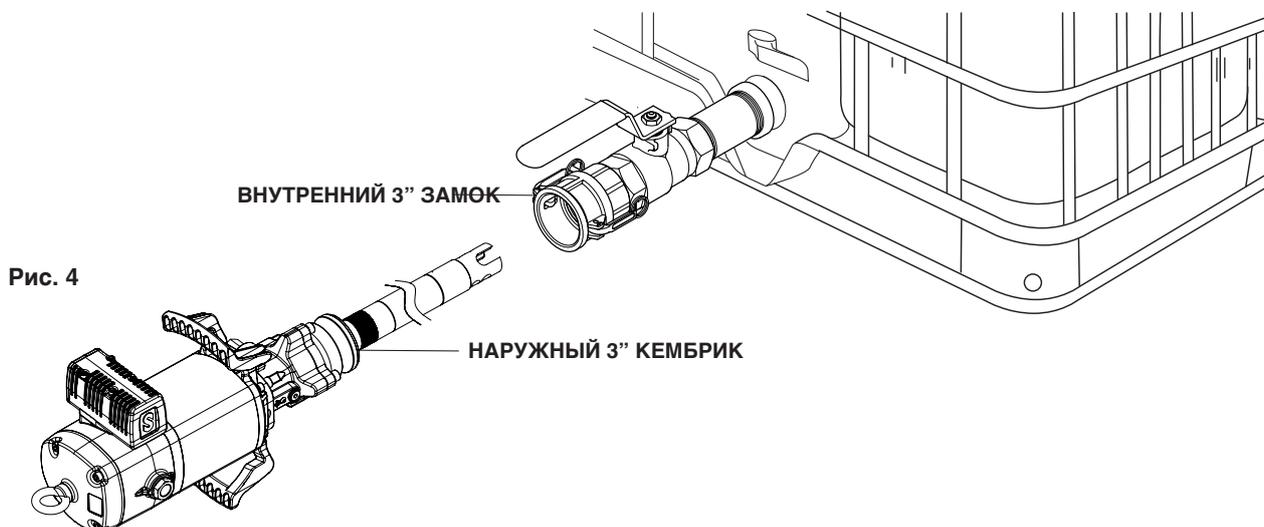

Рис. 4
- **с.** Горизонтальная установка прямо на резервуар (насосы 531730, 531731). Эти насосы включают в себя охватываемую часть 3-дюймового кулачкового замка, которая должна быть соединена с охватываемой частью, помещенной в резервуар (рис. 4).
Нарис. 4 показана типичная установка со всеми рекомендованными принадлежностями для правильной работы насоса.